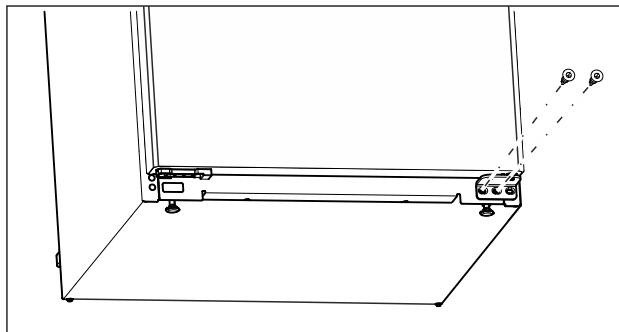

Fig. 11
- ▶ Выверните на нижнем опорном кронштейне центральный винт при помощи отвертки Torx 20. (см. Fig. 11)
- ▶ Выверните на нижнем опорном кронштейне внутренний винт при помощи отвертки Torx 20. (см. Fig. 11)